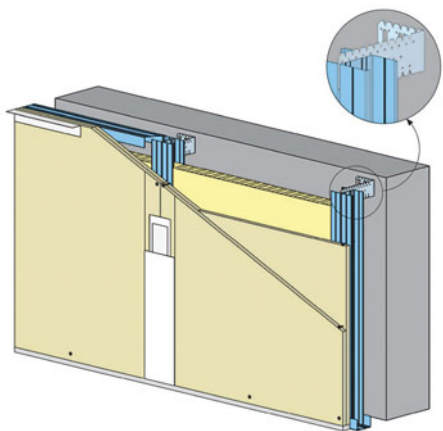
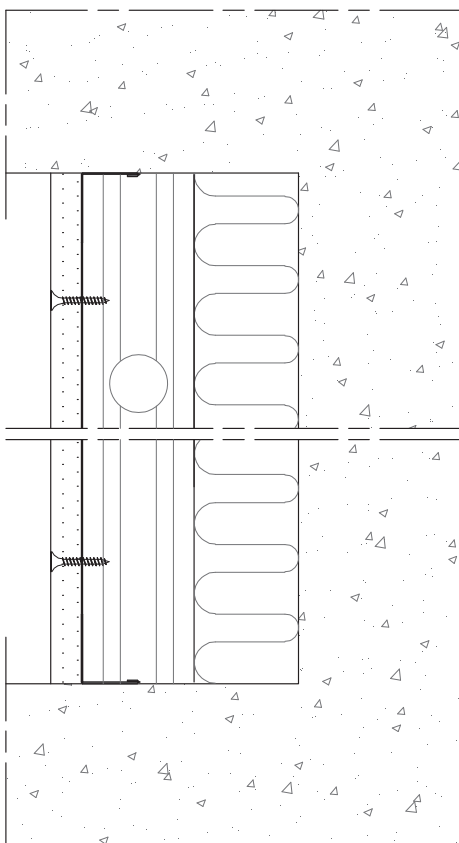

Fig. 2 : Pattes de fixation standard équerre 120 / 60
Fig. 3 : Fixation des fourrures F47 au support avec cornières
- fixation de manière appropriée des rails ou des cornières hauts et bas au plafond et au sol (fig. 2, 3 et 4)
Boulonner le support de charge entre les UA 48 et compléter la fixation par 2 vis + rondelles de chaque côté (fig. 2). Fixer l'ensemble contre la paroi support (fig. 3 et 4) Poser 1 ou 2 supports de charge sur la hauteur, selon la dimension de l'équipement à fixer.